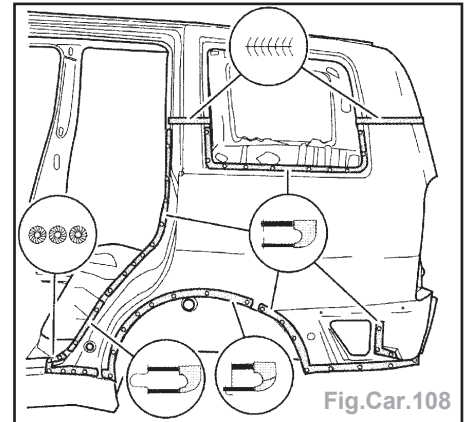

Fig.Car.108
- Souder par points sous atmosphère gazeuse les points d'assemblage montrés sur la figure et ensuite meuler (Fig.Car.108 et 109).